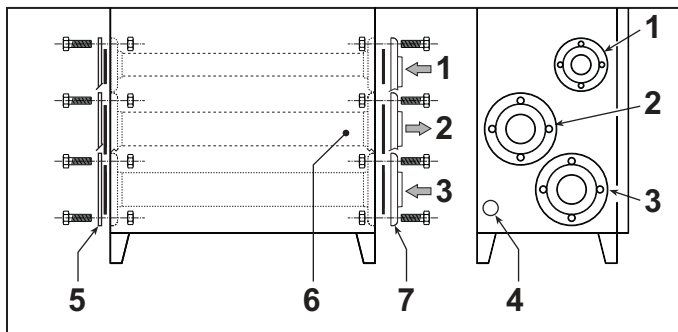
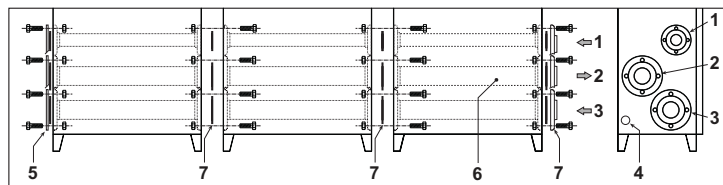

рис. 16
рис. 17
При соединении отдельного модуля - рис. 16
При соединении некоторых модулей в каскаде - рис. 17
- На последний модуль установите заглушки с соответствующими уплотнениями (рис. 16 и рис. 17).